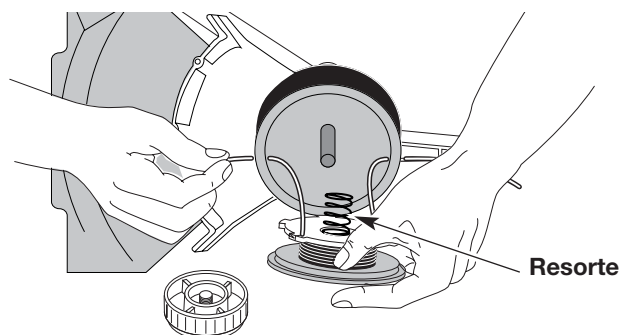

Fig. 39
13. Inserte los extremos de la línea a través de los ojillos de la bobina exterior y coloque el carrete interior con el resorte dentro de la bobina exterior (Fig. 39). Empuje el carrete interior y la bobina exterior entre sí. Mientras sostiene el carrete interior y la bobina exterior, tome los extremos y tire con firmeza para soltar la línea de las ranuras de fijación de la bobina.
5. Inserte los extremos de la línea en los ojalillos de la bobina exterior (Fig. 39).